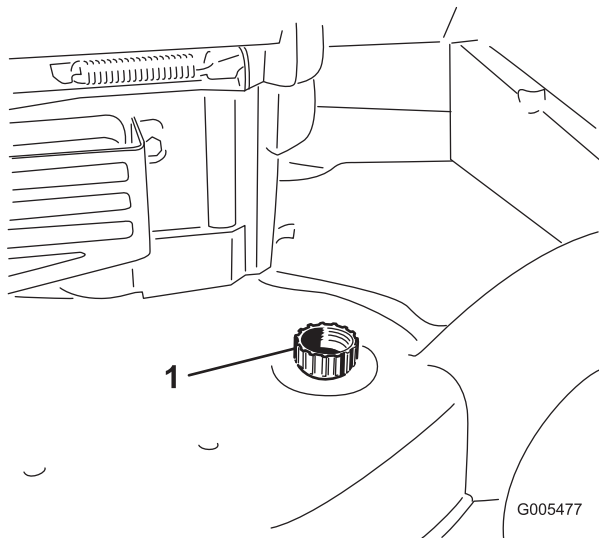

Figure 45
3. Branchez un tuyau d'arrosage, relié à une arrivée d'eau, à l'embout de lavage (Figure 45).